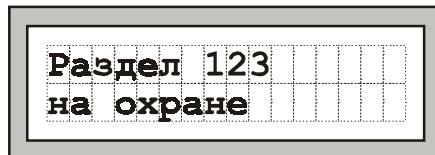

Рис. 11 Раздел на охране
Введите номер раздела и нажмите «#». В случае успешной операции на дисплей будет выведено сообщение (Рис. 11).
- «Раздел на охране» (Рис. 11) – раздел поставлен на охрану;